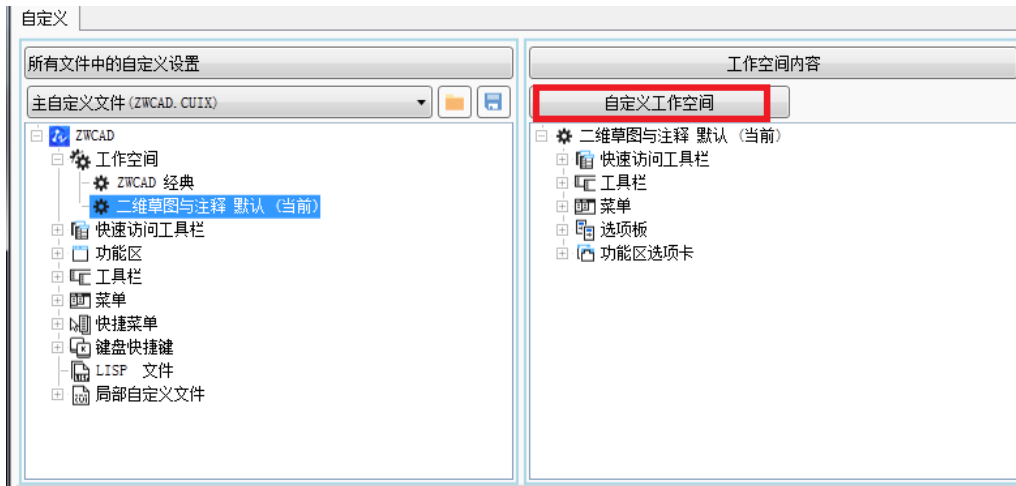

图 2-28 自定义工作空间面板
a) 点开“主自定义文件（ZWCAD.CUIX）”选中“ZWCAD”——“二维草图与注释”，在右边的“工作空间内容”选区中，点击【自定义工作空间】按钮，如图 2-28 所示。